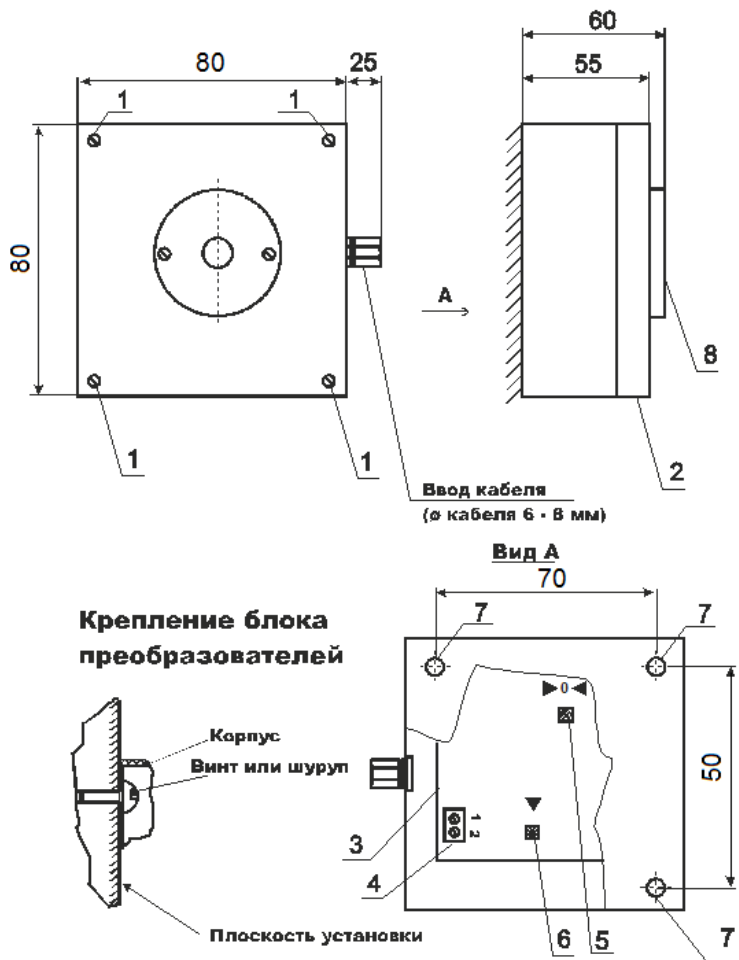

РИС. 3
2) установите градуировочную насадку на детектор СО. Подайте на вход насадки чистый воздух с расходом  $(300 \pm 100)$  см3/мин. Величина тока должна соответствовать 4 мА в пределах приведенной погрешности. При отклонении тока от указанного значения, произведите подстройку тока резистором установки нуля (поз.5 рис.3).
Где  $C_{и}$  – концентрация измеряемого компонента в ПГС,  $C_{д}$  – верхний предел диапазона измерения. При отклонении тока от указанного значения, произведите подстройку тока резистором установки чувствительности (поз. 6 рис.3).